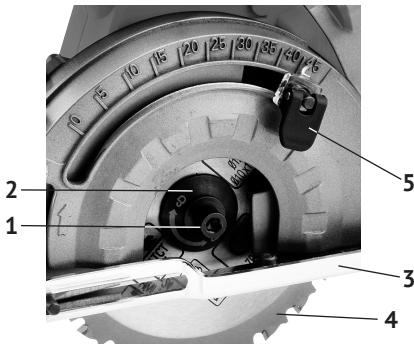

рис.2
Для установки (замены) диска необходимо (см. рис.2):
- используя рычаг (рис.2 поз.5), перевести диск в крайнее нижнее положение (как показано на рисунке);
- вставьте шестигранный ключ в головку болта крепления диска (рис.2 поз.1), провернуть (вправо/влево) шпиндель до его фиксации со щелчком;
- снимите со шпинделя зажимной фланец (рис.2 поз.2) и диск (рис.2 поз.4);
- ослабить рычаг фиксации глубины пропила (рис.2 поз.5);